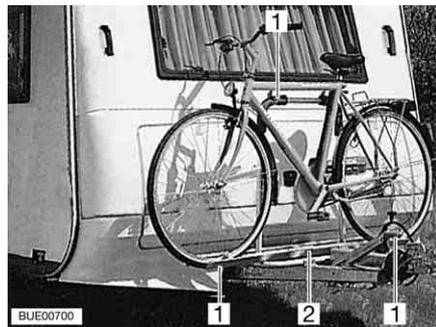

Fig. 14 Portabiciclette nella zona anteriore
- Sistemare le biciclette sul portabiciclette (Fig. 14,2) e legarle con la cinghia Quick (Fig. 14,1).